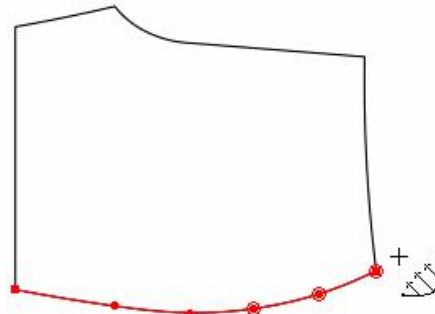

图 2
- 1) 如果在调整结构线上调整，先把光标移在线上，拖选 AC，光标变为平行拖动 ，如图 2；